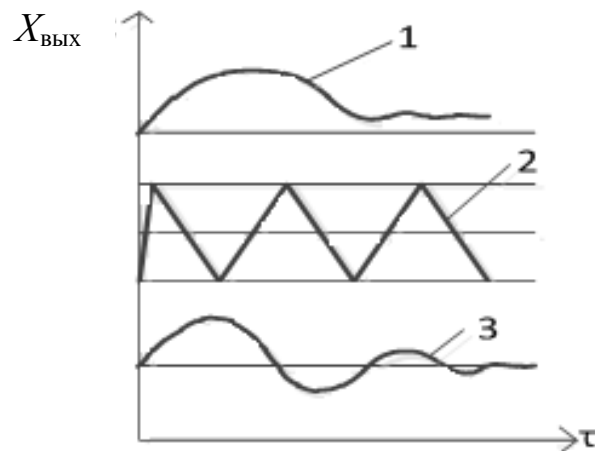

Рис. 2
2. Укажите, какой из приведенных на рис. 2 переходных процессов регулирования (1, 2 или 3) характерен для системы с пропорциональным (статическим) регулятором.